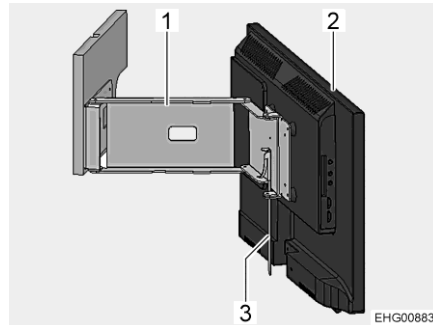

Fig. 82 Pantalla plana en brazo articulado
- Tirar de la palanca (Fig. 82,3). El brazo articulado (Fig. 82,1) estará desbloqueado.
- Girar la pantalla plana (Fig. 82,2) a la posición deseada.